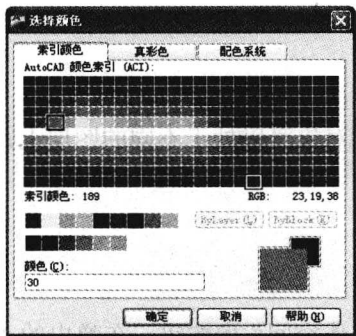

图 1-3 “选择颜色”对话框
4. 在显示“边界线”图层颜色的区域单击，弹出如图 1-3 所示的“选择颜色”对话框，从中选择 30 号颜色，即橙色，单击“确定”按钮。